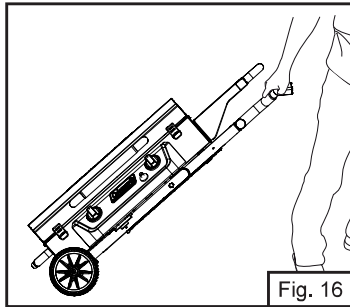

Fig. 16
- Una vez que las patas estén bloqueadas en su posición, vuelva a voltear el aparato para que la plancha (o la tapa) quede de nuevo hacia arriba. Ahora puede trasladar fácilmente el aparato a cualquier lugar de su camping o patio trasero agarrando el asa de remolque (Fig. 16).